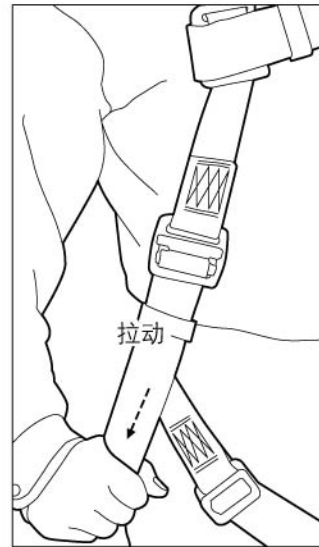

图18
*注意：根据安全带型号不同，调整方向可能为向上或向下。（见图17和图18）